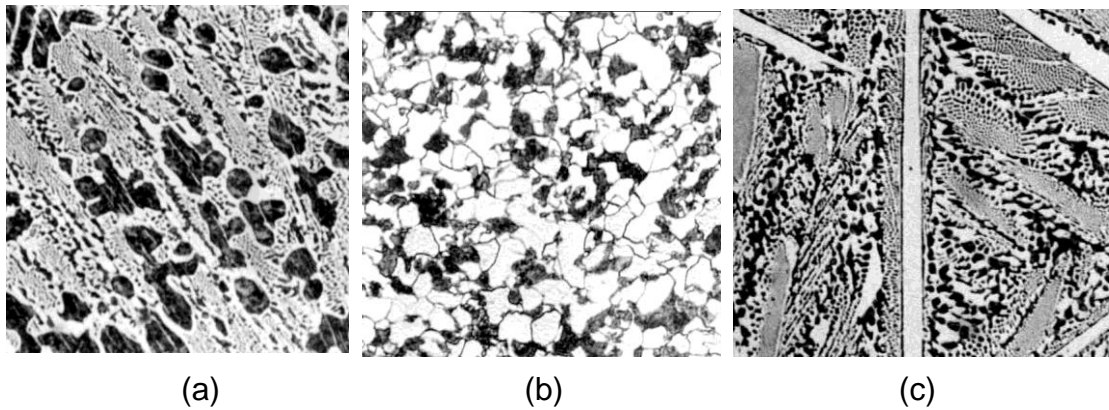

图 6 铁碳合金缓冷凝固组织 (第九题图)
九、图 6 为 3 个不同成分 (0.45%C, 3.4%C, 4.7%C) 的铁碳合金缓冷凝固组织 (硝酸酒精浸蚀样品)，回答以下问题 (共 20 分)。
2. 分析图 6(c) 中组织的凝固过程，并计算该合金中白色长条状组织的重量相对量。